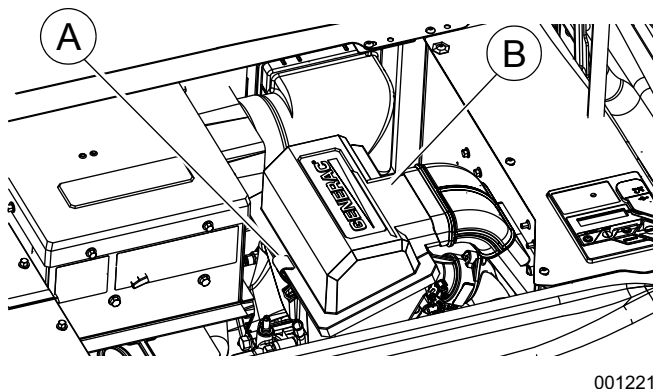

Figure 4-3. Retrait du couvercle du filtre à air
2. Voir Figure 4-3. Retirez les pinces du couvercle (A) et le couvercle du filtre à air (B).